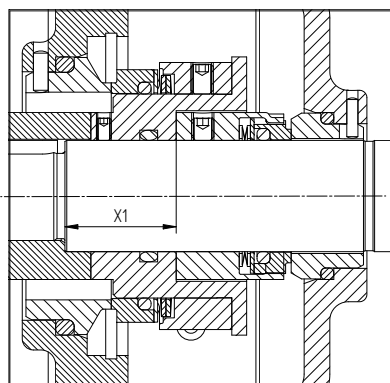

Figura 16: Ajuste del cierre mecánico MD1.
- 6 Instale la pieza rotatoria del cierre mecánico (1220) en su cajetín. Ajuste el tamaño X1 de la figura 16 con la tabla correspondiente. Y entonces apriete el tornillo de sujeción.